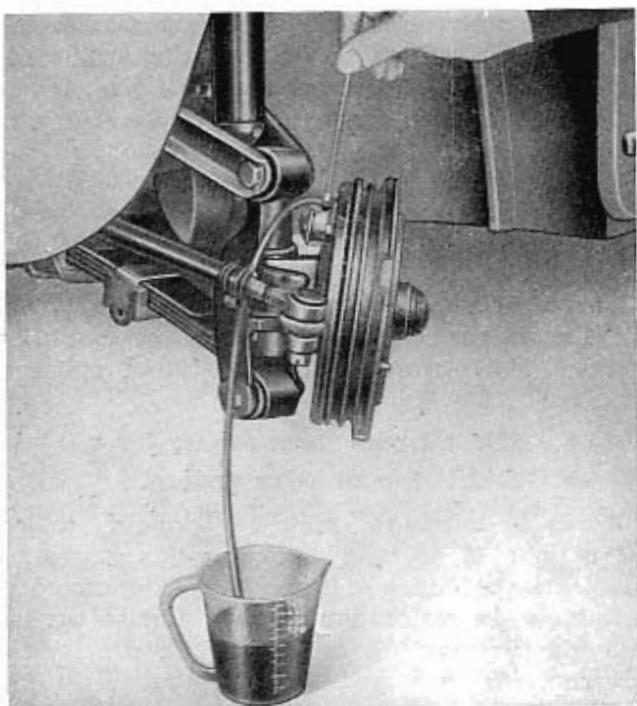

Fig. 297 - Evacuation de l'air de la canalisation de freins de la roue avant gauche.
- 2) Emmancher sur la vis de purge, sur le cylindre de freins aux roues, le tube caoutchouc A. 10103, dont le bout inférieur doit être plongé dans un récipient en verre déjà rempli en partie de liquide (fig. 297).